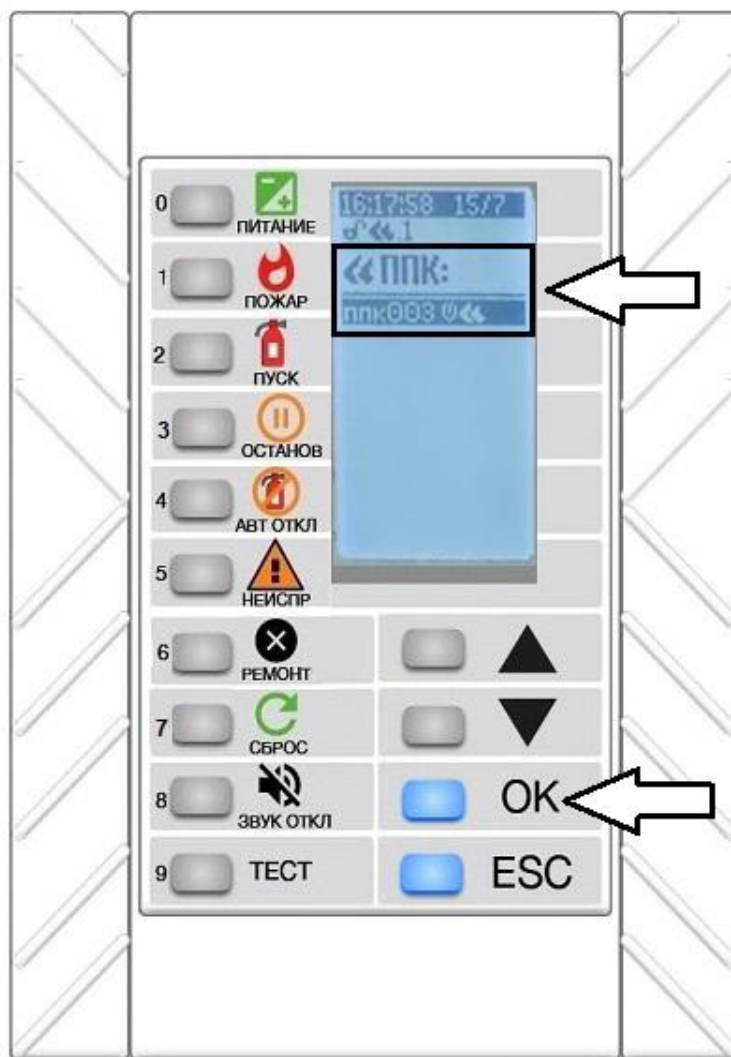

Рисунок 19
1. Нажать кнопку «ПОЖАР» для управления процессами тушения или эвакуации. После этого на экране открывается тот ППК-Р, откуда пришел сигнал тревоги (рисунок 19).